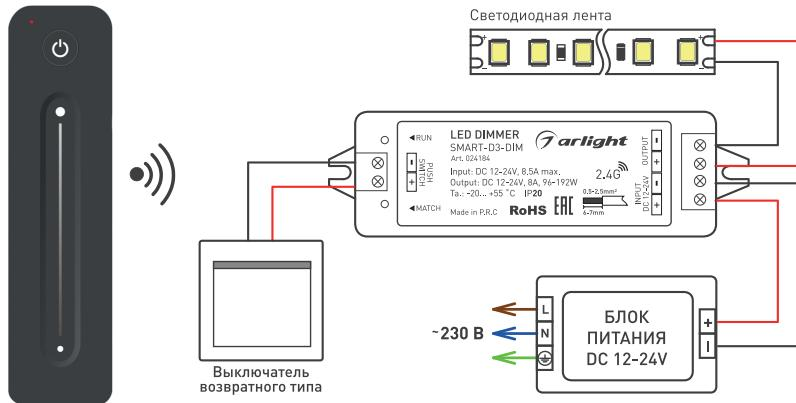

Рисунок 1. Схема подключения панели SMART-DIM-SET-LINE
- Подключите диммер согласно схеме [рисунок 1].